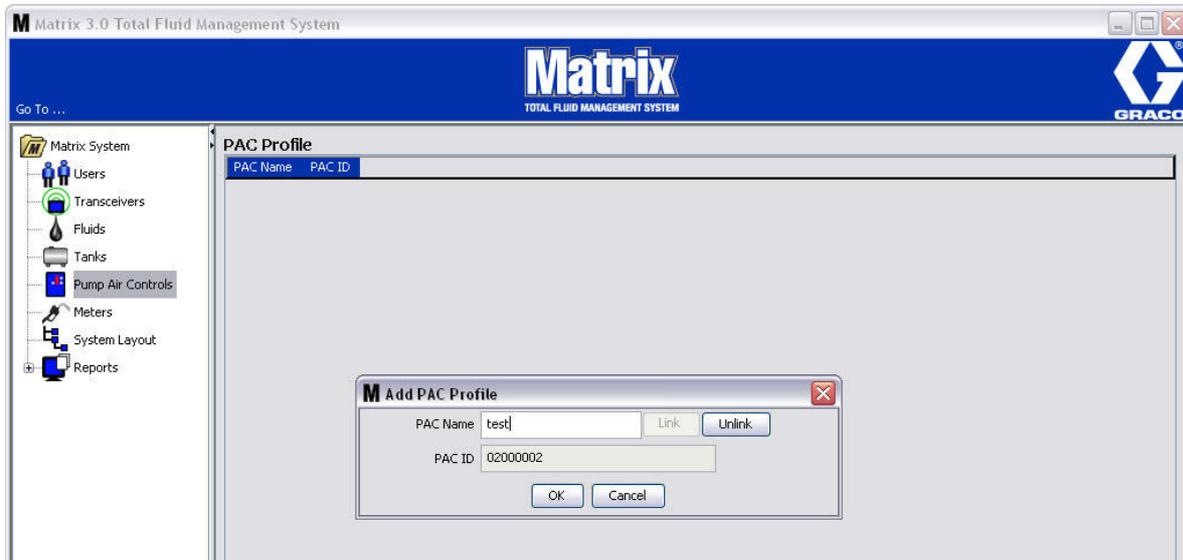

FIG. 82
5. Il numero PAC ID è visualizzato nel campo PAC ID (ID PAC) (FIG. 82). Fare clic su OK per chiudere la schermata e salvare le modifiche.
Si noti che il pulsante “Link” (Collega) nella FIG. 82 non è più attivo e invece lo è un pulsante “Unlink” (Scollega). Facendo clic sul pulsante “Unlink” (Scollega) si interrompe l’associazione tra il PAC e il PC Matrix.